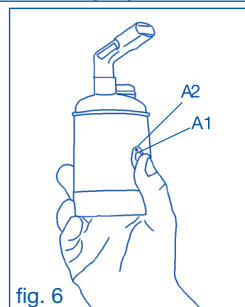

fig. 6
6. Appuyez sur le bouton ON/OFF (A1) pendant quelques instants (fig. 6); le témoin lumineux (A2) du nébuliseur devient vert fixe et le médicament nébulisé commence à sortir.